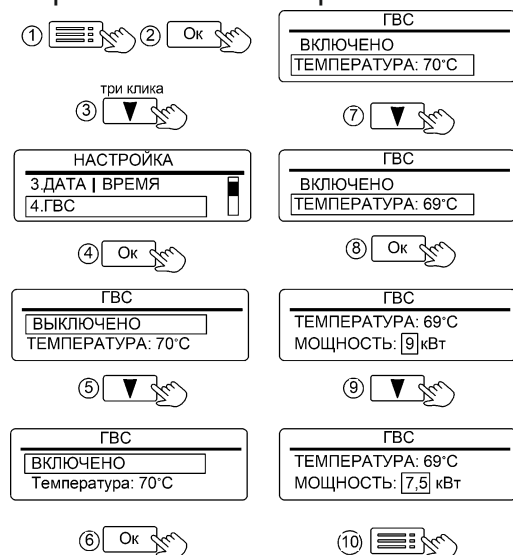
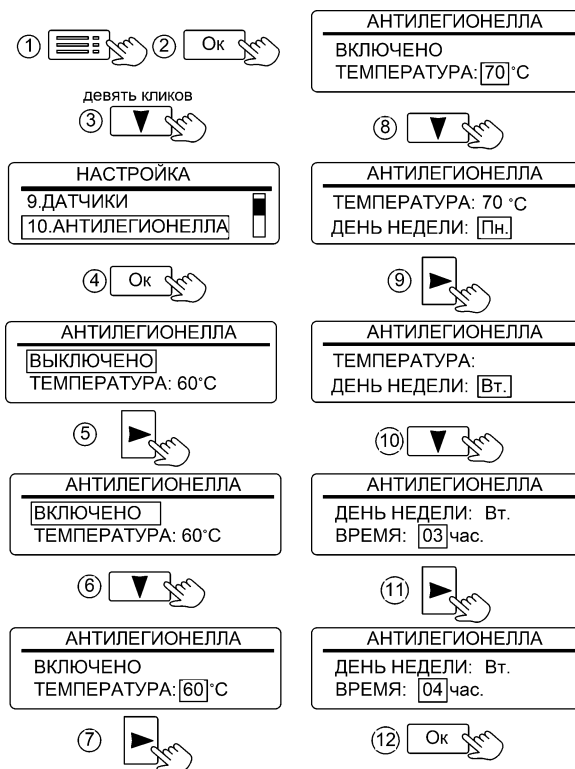

Рисунок 12. Настройка режима «ГВС»
Рисунок 14. Настройка времени включения режима «АНТИЛЕГИОНЕЛЛА»
Активация режима «ГВС» и настройка температуры горячей воды показана на рис. 12. Начальная заводская настройка температуры горячей воды - 70°C. При активированном режиме отображается как «ГВС» (см. рис. 5), при выключенном режиме, неисправном или отключённом датчике отображается как ГВС. В подменю «ГВС» предусмотрена настройка ограничения мощности ТЭН. Данную настройку рекомендуется применять при неисправности «ПЕРЕГРЕВ КОТЛА» возникающей во время нагрева воды в бойлере косвенного нагрева.
В любой воде существует возможность развития бактерий легионеллы. Чтобы исключить угрозу отравления водой, получаемой из косвенного водонагревателя, прибор имеет режим «АНТИЛЕГИОНЕЛЛА». Режим автоматически активируется при подключении NTC-датчика температуры к плате контроллера и включения режима «ГВС» (см. рис. 12). При отключении NTC-датчика – режим деактивируется и меню «АНТИЛЕГИОНЕЛЛА» (см. рис. 14) не доступно для Пользователя. Если режим активирован – каждую неделю, в установленное время выполняется нагрев воды в косвенном водонагревателе до значения 60°C, температура поддерживается в течение десяти минут. Во время нагрева вместо надписи «ГВС» отображается значок «60°» (см. рис. 13).
Заводская настройка времени включения нагрева – Понедельник, 03:00. Имеется возможность изменения времени включения (см. рис.14).
Перед активацией режимов «АНТИЛЕГИОНЕЛЛА» и «ГВС» рекомендуем уточнить максимально-допустимую температуру нагрева воды в бойлере. Для предотвращения риска причинения вреда здоровью и поломки оборудования, значения температурных уставок в режимах «ГВС» и «АНТИЛЕГИОНЕЛЛА» должны быть меньше максимально-допустимой температуры нагрева воды в бойлере. При необходимости уменьшите значения уставок (см. рис. 12, см. рис. 14).
**11.1.4 «4.ГВС»** - установка состояния режима «ВКЛЮЧЕНО / ВЫКЛЮЧЕНО». Индикация «ВКЛЮЧЕНО» означает разрешение на работу режима ГВС. Индикация «ВЫКЛЮЧЕНО» запрещает работу режима «ГВС» (см. рис. 12).